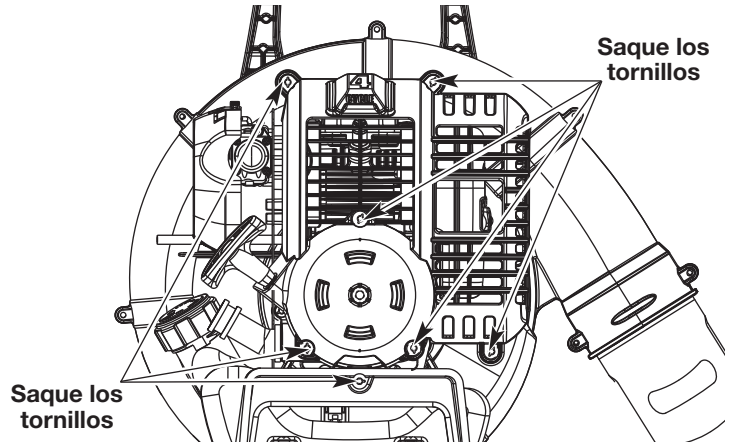

Fig. 27
1. Quite los siete (7) Tornillos de encima de la tapa del motor con un destornillador de pala o Torx® #25 (Fig. 27).
4. Saque la cubierta del motor (Fig. 27).
1. Apague el motor y espere que se enfríe. Quite los siete (7) tornillos de encima de la tapa del motor con un destornillador de pala o Torx® #25 (Fig. 27).